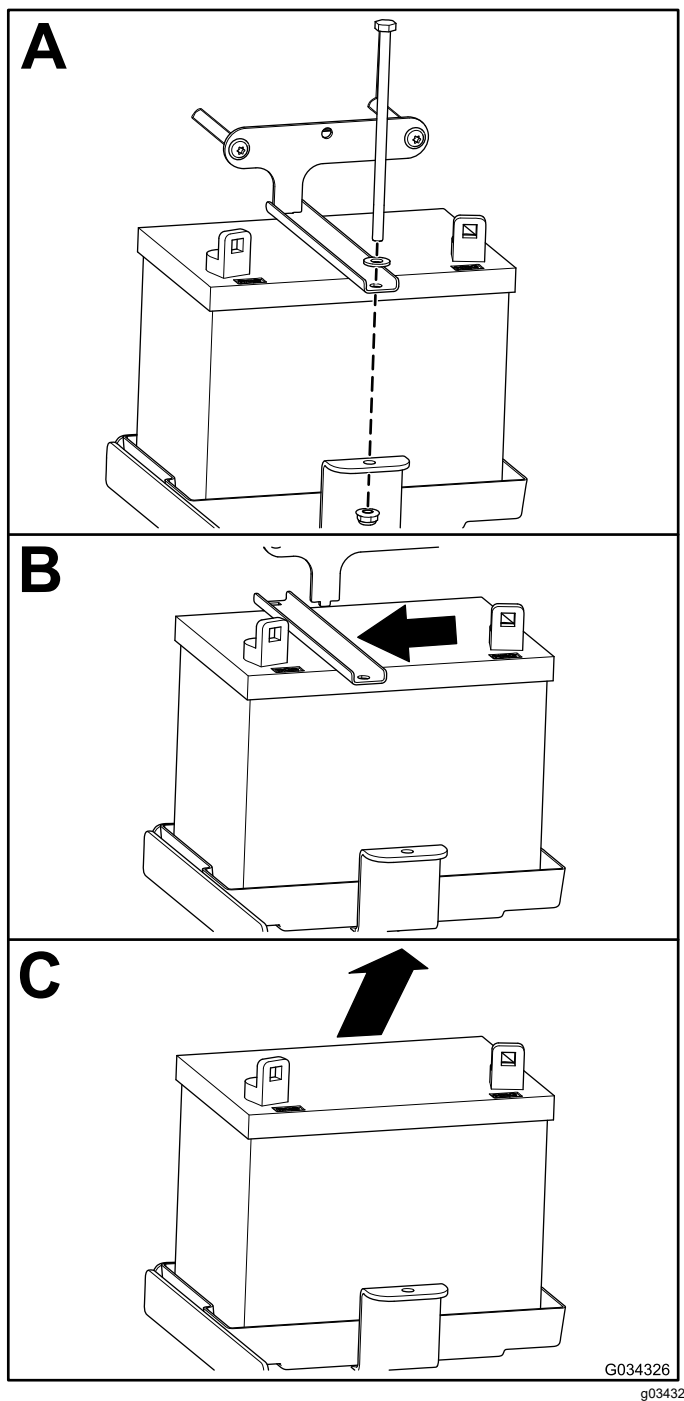

Figura 45
2. Îndepărtați bateria în modul indicat în Figura 45.